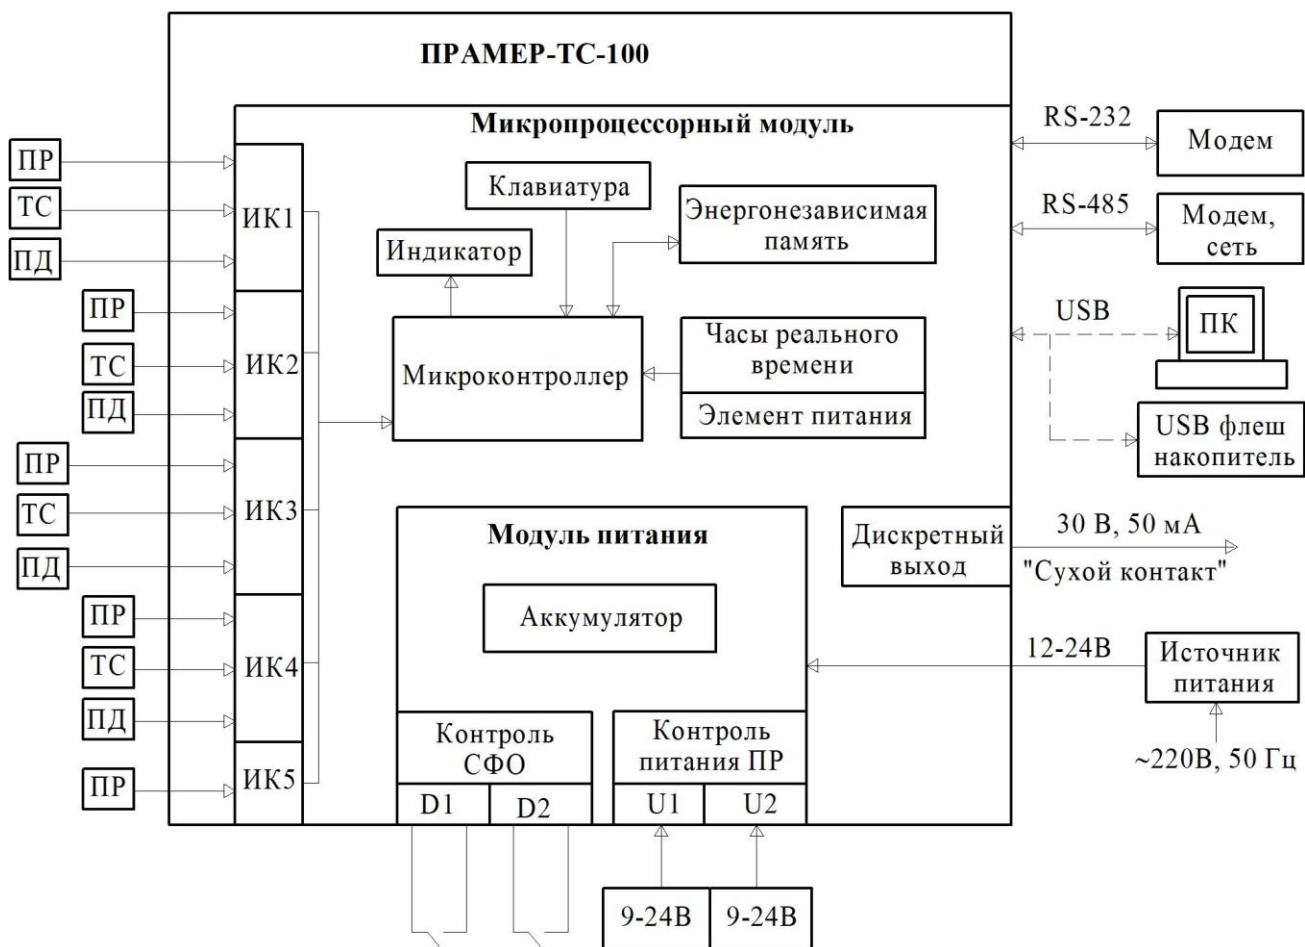

Рисунок 3 – Структурная схема вычислителя
**2.3.5** Четыре измерительных канала (ИК1-ИК4) допускают подключение к каждому из них трёх первичных преобразователей: расхода, температуры и давления. К пятому каналу (ИК5) возможно подключение только преобразователя расхода (Рисунок 3).